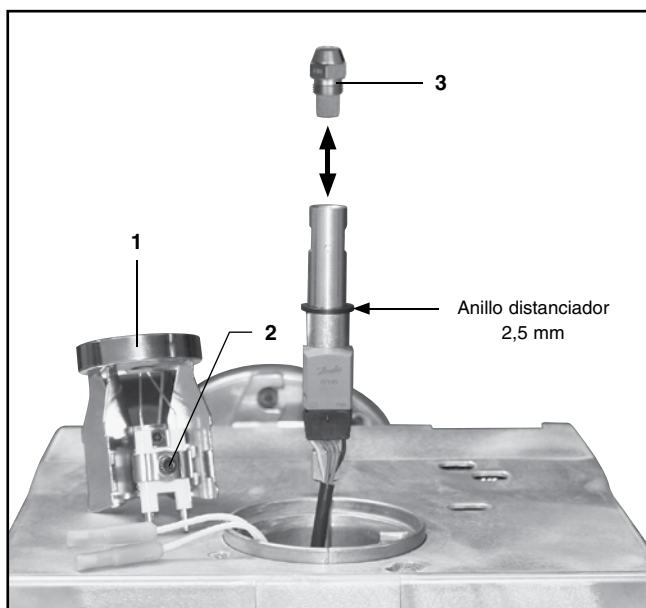

Figura 9
- Aflojar el tornillo (2) mediante una llave de tubo hexagonal de 4 mm y retirar el difusor de llama (1) (véase la figura 9).
- Seleccionar el inyector (3) de acuerdo con la potencia necesaria (véase tabla de la página 9).
- Retirar el inyector (3) instalado y atornillar el nuevo inyector (véase la figura 9).